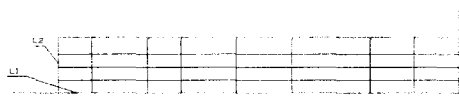
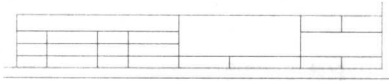

图 1-6
图 1-7
(7) 按 Enter 键, 重复执行“偏移”命令, 选择直线 L2, 分别设置偏移量为“15”、“25”、“15”、“25”、“35”、“20”, 按系统提示, 在 L2 右方单击, 如图 1-6 所示。具体操
(8) 执行“修剪”命令, 对图 1-6 进行修改, 最终完成的图形如图 1-7 所示。